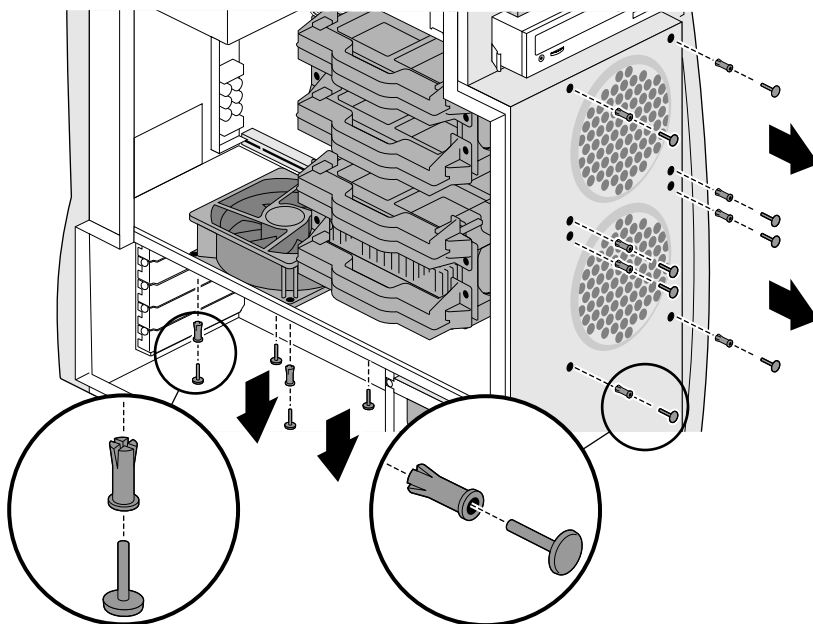

Figura 7-12 Removendo os pinos de pressão do ventilador
3. Solte os pinos de pressão que fixam o ventilador no chassi. Veja a Figura 7-12. Para fazer isso, use a sua unha ou uma pequena chave de fenda que tenha a borda reta para servir de alavanca.